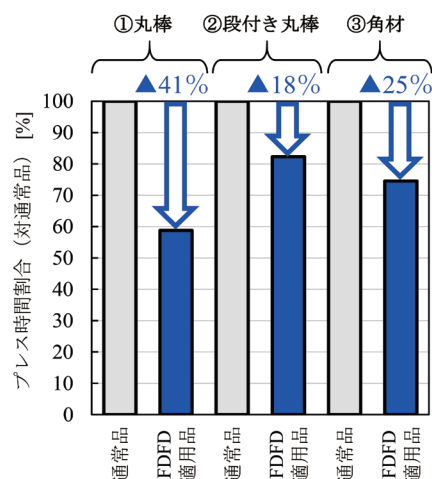

図6 FDFD導入によるプレス時間短縮効果
①丸棒(SCM432鋼, $\phi 450_{0}^{+15} \times 5500L$)、②段付丸棒(NiCrMoV鋼, $\phi 290 \sim 380 \times 6500L$)、③角材(NiCrMoV鋼, $\square 300_{0}^{+30} \times 10000L$)に対してFDFDを適用した。①については鋼塊内部の空隙欠陥圧着工程を含めた全工程にFDFDを適用し、②,③については仕上げ工程にFDFDを適用した。通常品と比較して外部品質・内部品質を維持したまま、①は約41%、②は約18%、③は約25%のプレス時間短縮を実現できた(図6)。さらに、③の角材に関しては、ヒシ・ねじれ・角欠けのない高精度鍛造が可能となった。